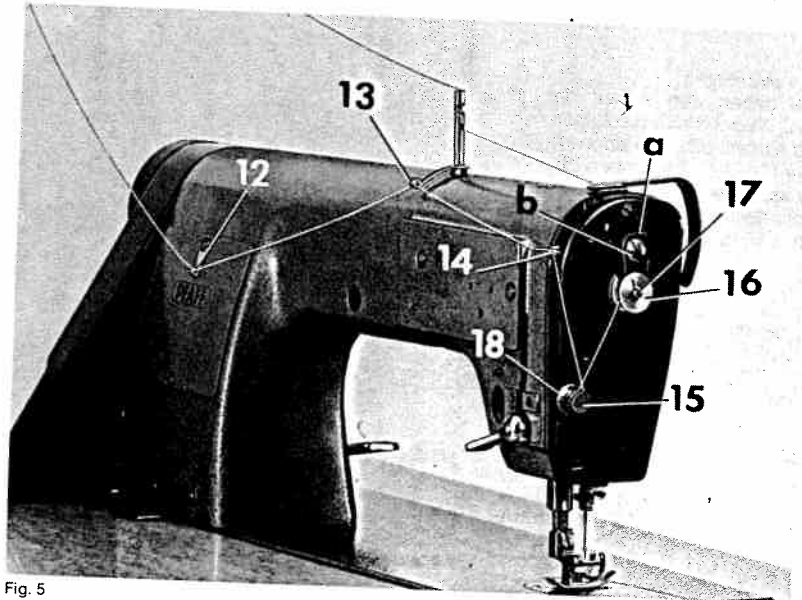

Fig. 5
Den von der Garnrolle kommenden Faden zuerst durch die Fadenführungen (12,13,14) sowie im Uhrzeigersinn um die Spulenfadenspannung (15) führen. Spule 16 auf Spindel 17 stecken und den Faden mit einigen Windungen, ebenfalls im Uhrzeigersinn, aufwickeln. Das Einschalten des Spulers geschieht bei laufender Maschine durch Niederdrücken des Schaltnockens a. Die Füllmenge der Spule kann nach Lösen der Befestigungsschraube b durch Verändern der Höheneinstellung des Schaltnockens a korrigiert werden. An der Rändelscheibe (18) wird durch Linksdrehen die Fadenspannung fester bzw. durch Rechtsdrehen loser (siehe Fig. 5.)
Lead the thread from the spool down and through thread guides 12, 13 and 14 and clockwise around thread tension 15. Place bobbin 16 on spindle 17 and wind a few turns on it, again in a clockwise direction. The bobbin winder is engaged while the machine is running by depressing stop latch a. The amount of thread to be wound on the bobbin can be regulated by loosening screw b and setting cam a higher or lower, as may be required. The thread tension is regulated by turning thumb nut 18 clockwise for a tighter tension or counterclockwise for a looser tension (Fig. 5).
Pour augmenter la prétension, tourner le disque moleté **18** vers la gauche; le tourner vers la droite pour réduire la tension du fil (fig. 5).
La cantidad de hilo que debe bobinarse puede regularse, después de aflojar el tornillo de fijación **b**, variando el ajuste vertical de la leva de mando **a**. Girando el disco moleteado (**18**) a la izquierda, la tensión del hilo aumenta; girándolo a la derecha, dicha tensión disminuye (véase fig. 5).
Girando il disco zigrinato (**18**), verso sinistra o verso destra, rispettivamente aumenta o diminuisce la tensione del filo (vedi fig. 5).